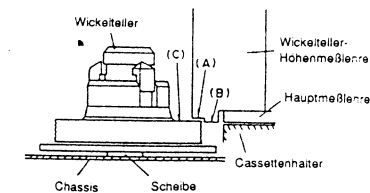

Abb. 3-5
#### 3-1 Einstellung der Wickeltellerhöhe (Abb. 3-5)
- 1) Die Wickelteller-Höhenmeßlehre gemäß Abb. 3-5 an den Wickelteller anlegen.
- 2) Die Scheibe an der Unterseite des Wickeltellers so einstellen, daß sich (C) des Wickeltellers (A) und (B) der Wickelteller-Höhenmeßlehre befindet.